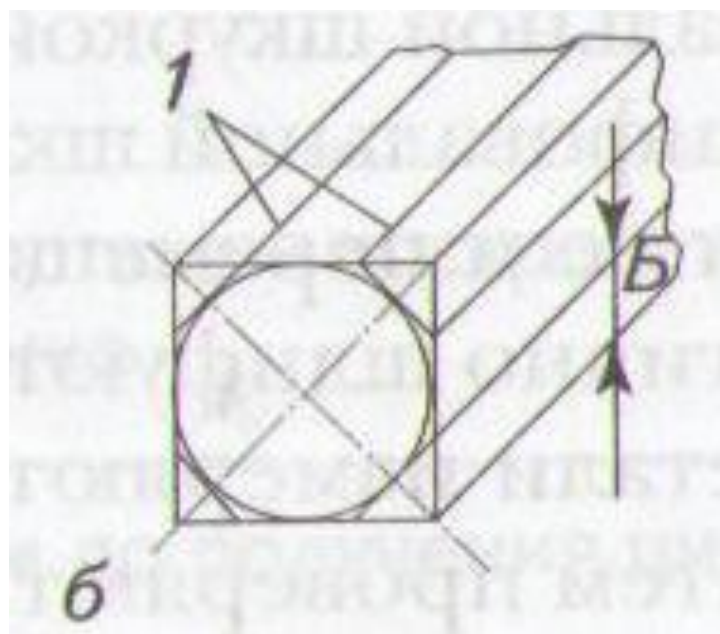

Рис. 1, б
- Перед изготовлением детали круглого сечения из бруска производят ее разметку. Для этого на торцах заготовки пересечением диагоналей находят центр и циркулем описывают вокруг него окружность радиусом, равным $0,5$ диаметра заготовки (рис. 1,б).